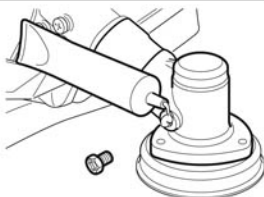

Fig. 39
- > Use o lubrificante correto (fig. 39).